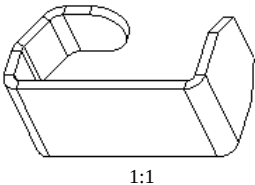

图 11.11.9 创建立体图
Step7. 插入新实例的立体图(图 11.11.9)。
(1) 在绘图区右击,在系统弹出的快捷菜单中选择 **插入普通视图...** 命令。
(2) 在系统  选择绘图视图的中心点。的提示下,在图形区选择一点。此时系统弹出“绘图视图”对话框。
(3) 定义视图方向。在对话框的 **模型视图名** 区域选择“默认方向”,然后单击 **应用** 按